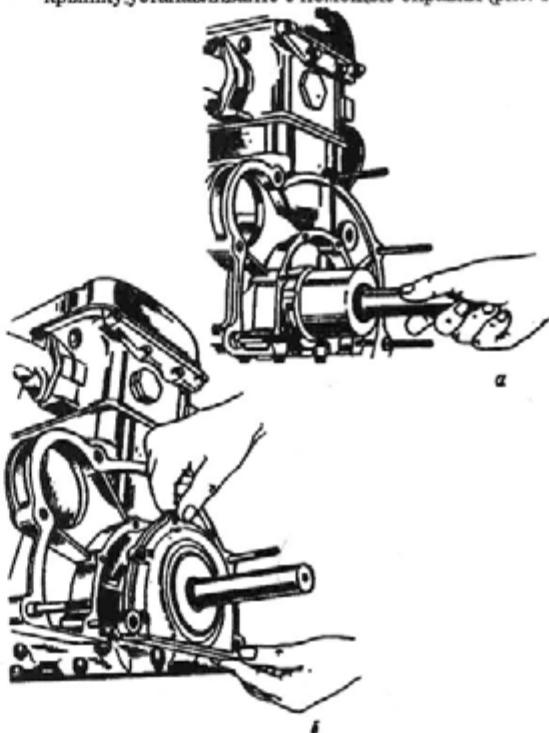

Рис. 12. Установка крышки заднего сальника с помощью оправки:
- крышку устанавливайте с помощью оправки (рис. 12).